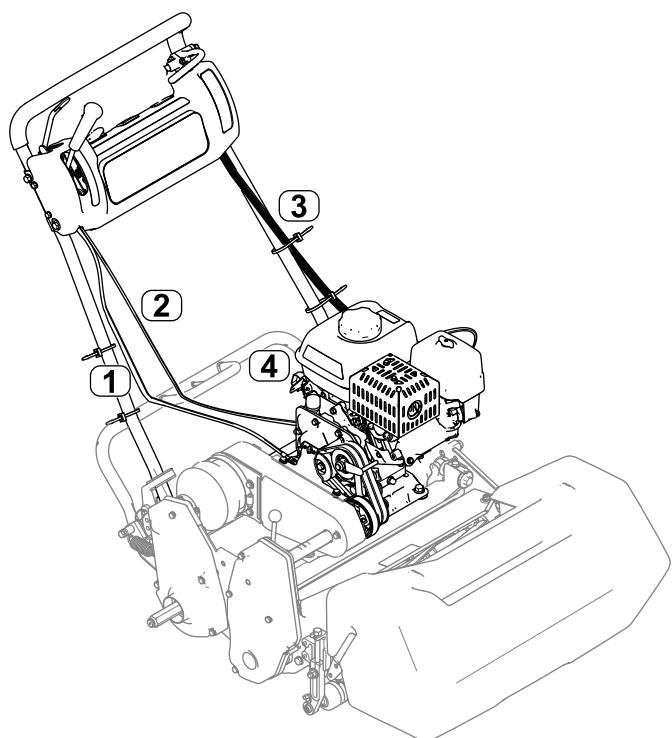

Рисунок 8
7. Установите трос дроссельной заслонки на машину, см. *Руководство по техническому обслуживанию* (Рисунок 8) для машины.
Примечание: Проложите трос дроссельной заслонки так, как показано на Рисунок 8.
11. Подсоедините жгут проводов к модулю блокировки и проложите жгут проводов вверх вдоль левой стороны рукоятки (Рисунок 8).